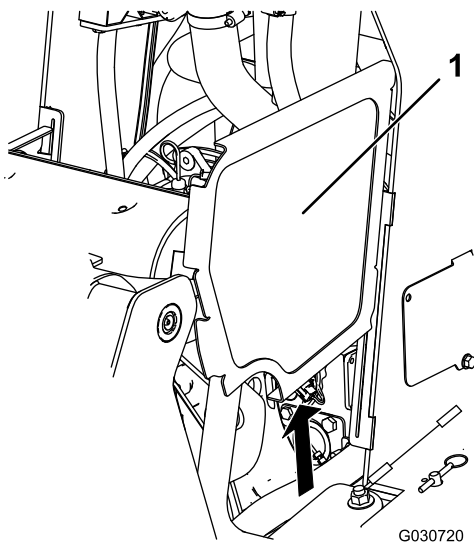

Bild 40
2. Schieben Sie die Seitengitter (Bild 40) nach oben und aus den Schlitzen im vorderen Gitter und im Rahmen.